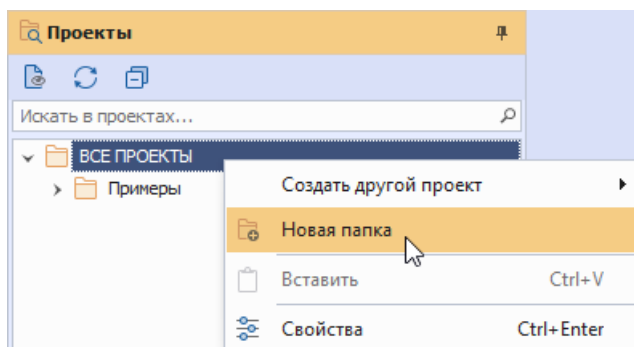

Рис. 14 Создание новой папки
1. Вызовите контекстное меню с папки «Все проекты» и выберите пункт «Новая папка», см. Рис. 14.